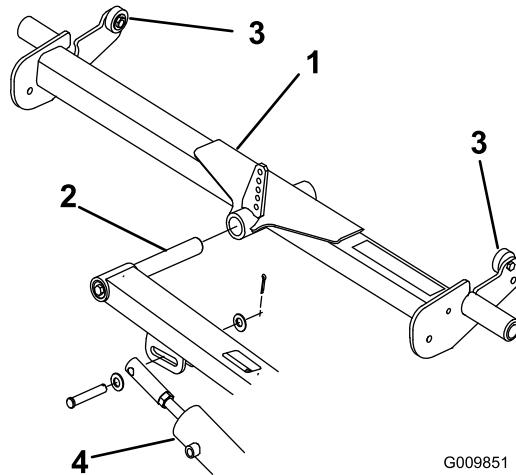

図 3
1. 後キャリア・フレームを後昇降アームのピボット・ロッドに引き込む（図 3）。この時点ではまだ、キャリア・フレームをカッティングユニットに接続しない。
フット・ステップの下面に当たるようにする（図 3）。
- 昇降シリンダのロッドの先端と昇降アームとをつないでいるクレビスピングを外す（図 3）。
- 六角ナットを締め、シリンダ・ロッドを昇降アームに接続して終了（図 3）。